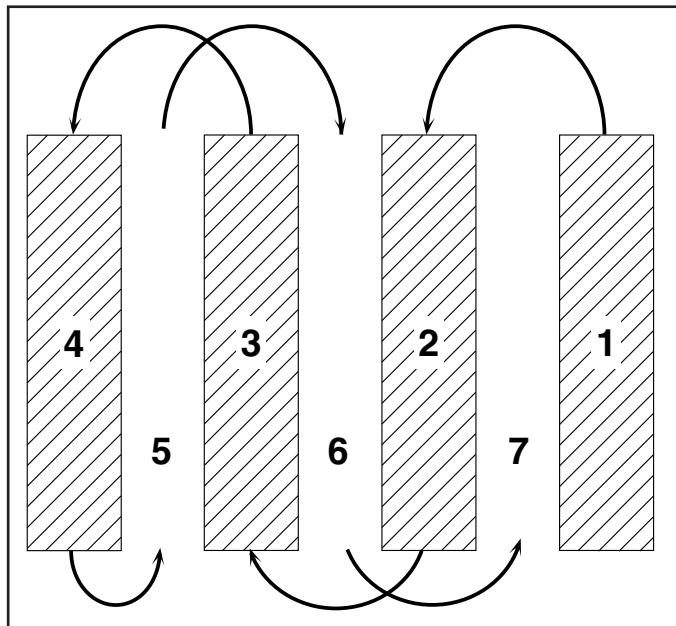

Fig. 13
- Vous trouverez le labourage beaucoup plus facile si vous laissez un sillon non bêché entre les passes. En ce temps la retourner entre le rang de labourage (Voir la Fig. 13). Il y a deux raisons pour faire ceci. Premièrement, des virages larges sont beaucoup plus faciles à prendre que faire des demi-tours. Deuxièmement, la motobineuse ne vous entraînera pas vers le rang bêché qui est le plus proche.